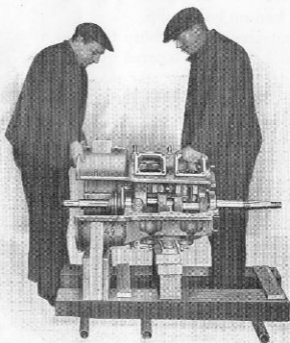
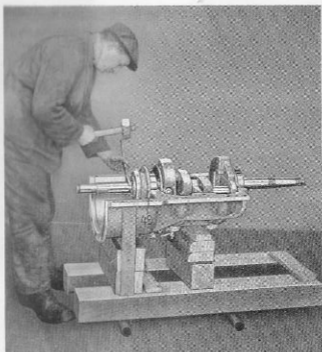

Fig. 40.
Fig. 41.
15. Skruva bort skruvarna i axiallagerhuset (49, fig. 40).
17. Vevhusets överhalva kan nu lyftas upp (fig. 40).
18. Skruva bort ringmuttern (112) efter det låsfjädern först
borttagits (fig. 41). Axiallagerhuset (49) kan därefter dra-